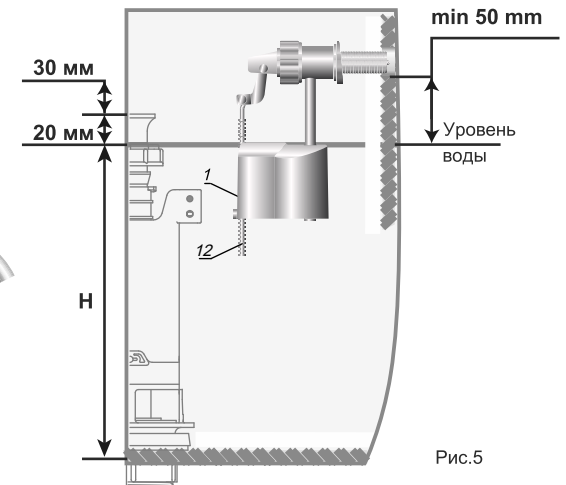

Рис.5
- Трубку перелива (7) установить на расстоянии не менее 30 мм от нижнего края отверстия в стенке бачка (Рис. 5).
- Уровень воды Н установить регулировкой клапана заливного на 20 мм ниже верхнего края трубы перелива (Рис. 5).
- При необходимости обрежьте тягу (12) подручным инструментом на четыре/пять делений ниже места крепления к корпусу перелива.